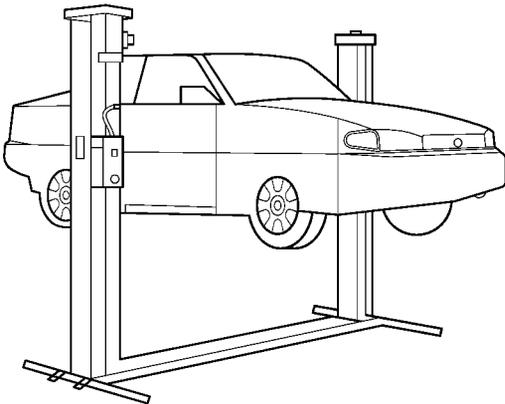

图 1 - 19 电动双柱举升器
(2) 双柱举升器 电动柱举升器的举升总量一般在 3000kg 左右,多用于轿车和微型汽车,如图 1 - 19 所示。其使用方法,详见举升器的使用说明书。